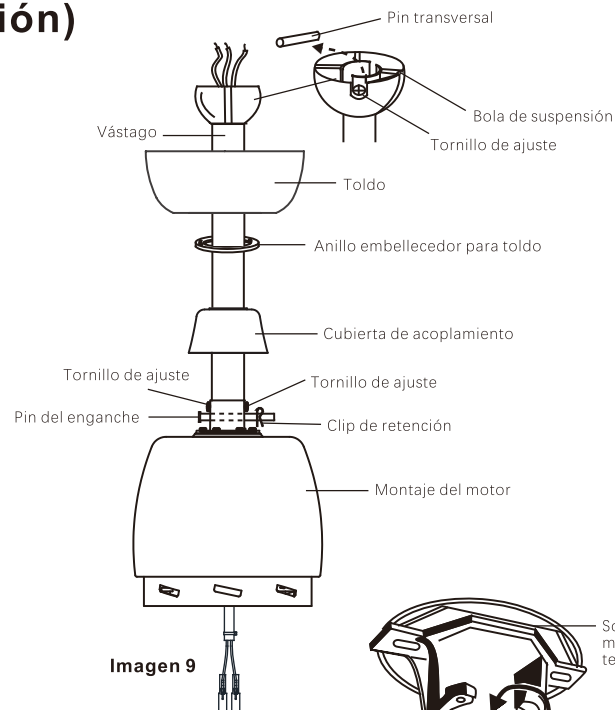

Imagen 9
**Paso 8.** Deslice la cubierta de acoplamiento, el anillo embellecedor para toldo (el lado acabado apuntando hacia el motor) y el toldo en el vástago. (Imagen 9)
Enrosque la bola de suspensión en el vástago, coloque el pin transversal a través del vástago y ajuste. Ahora ajuste el tornillo de ajuste. (Imagen 9)